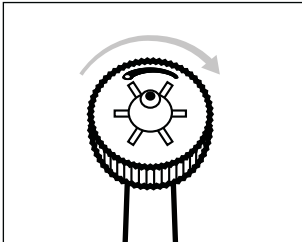

Afb. 4
- ◆ Draai de sproeiregelaar ❶ met de vingers tegen de wijzers van de klok in voor een enkele straal, voor gerichte verwijdering van etensresten op moeilijk bereikbare plekken (zie afb. 4 en 5).